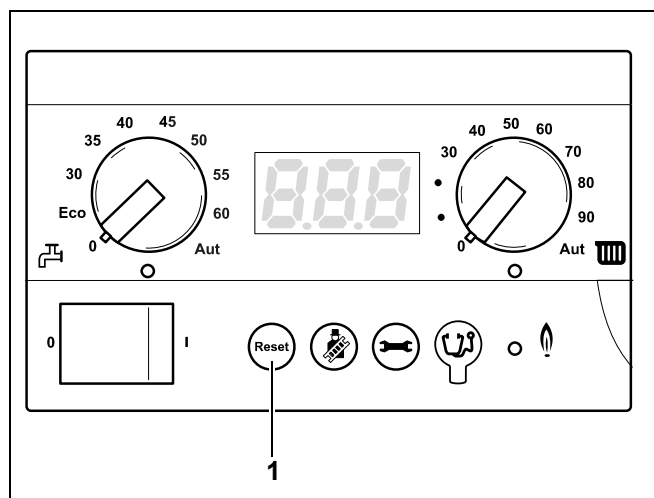

Рис. 25 BC10 – кнопка "Сброс"
- Чтобы сбросить неисправность, нажимайте кнопку "Сброс" (рис. 25, поз. 1) в течение примерно 5 секунд.